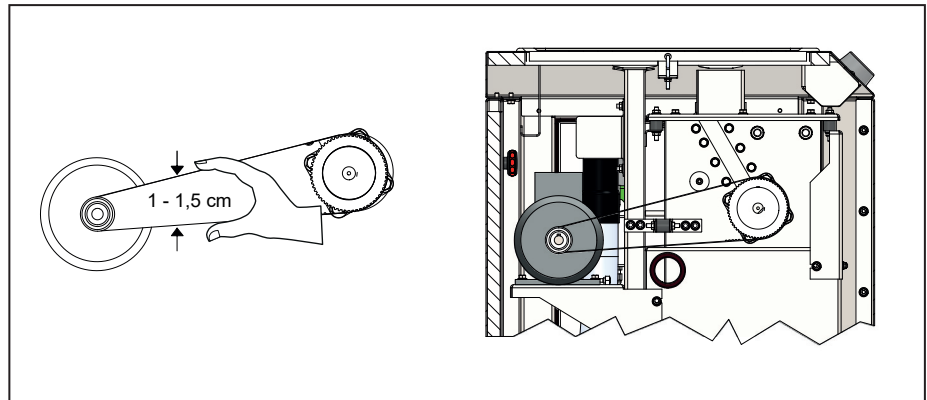

Abb. 8 - 1 Position des Antriebsriemens, Riemenspannung prüfen
- Riemenspannung gemäß Abb. 8 - 1 überprüfen. Bei korrekter Einstellung lässt sich der Riemen um 1 - 1,5 cm zusammendrücken. Die Riemenspannung bei abweichendem Wert ggf. nachstellen bzw. beschädigte Riemen austauschen.